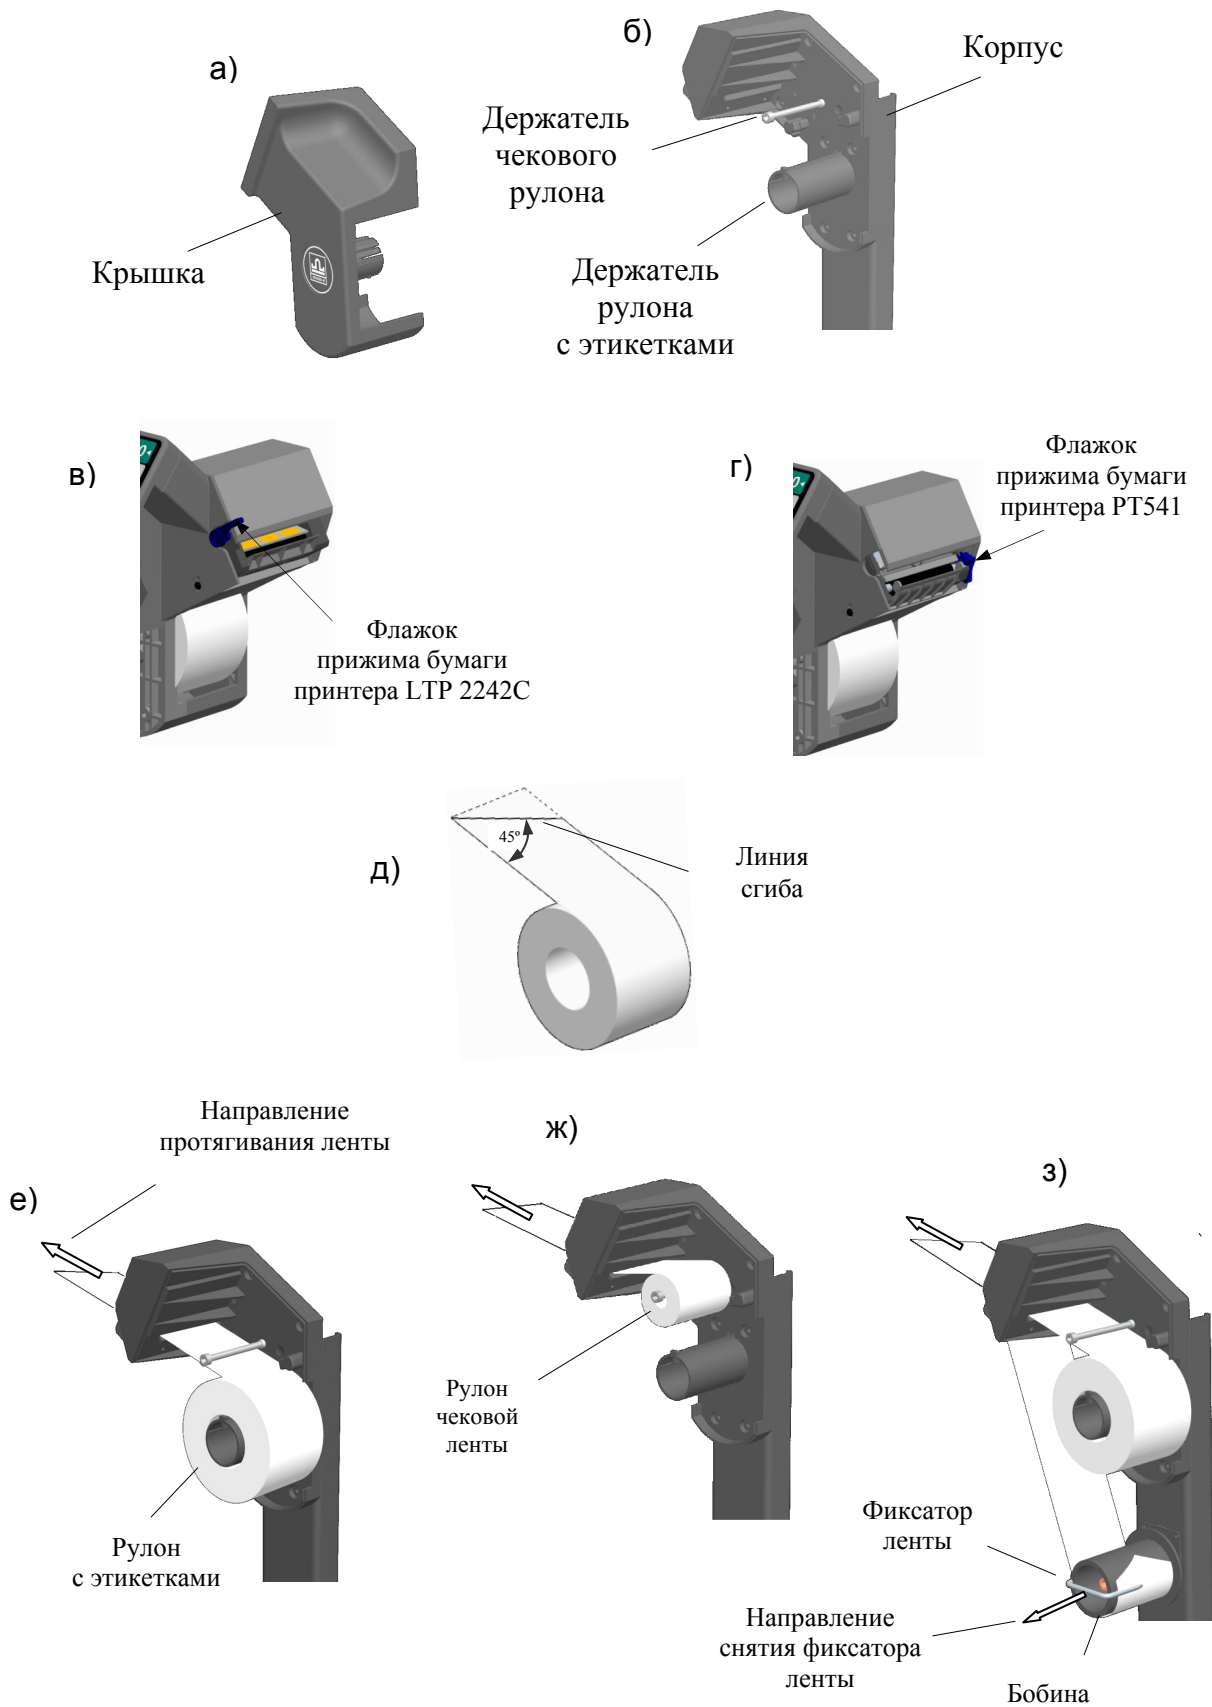

Рис. 4.9 - Установка рулонов
- Легким рывком снять крышку печатающего устройства (Рис. 4.9 а,б).
- Поднять флажок прижима бумаги (Рис. 4.9 в,г).
- Плотно согнуть конец бумажной ленты нового рулона под углом 45° (Рис. 4.9 д).
- Надеть рулон на соответствующий держатель (Рис. 4.9 е, ж).
- Протянуть согнутый конец ленты через принтер, в направлении указанном стрелками (Рис. 4.9 е, ж).
- Снять фиксатор с бобины (Рис. 4.9 з).